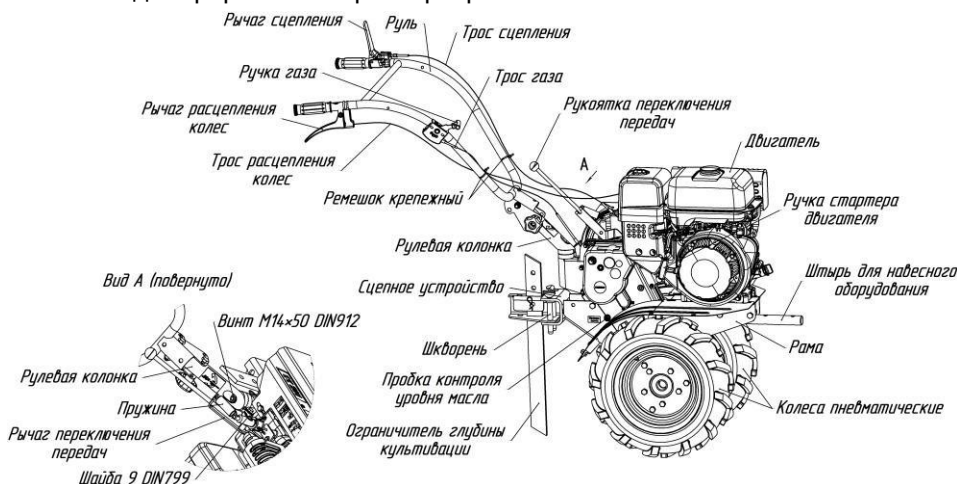

Рис.1. Общий вид мотоблока (вид справа)
МБ23(рис.1, 2, 3, 4) – это одноосный универсальный силовой агрегат, предназначенный для работы как с устройствами, входящими в штатную комплектацию, так и с различными сменными орудиями, и состоящий из:
Рукоятка переключения передач (рис.1, 5, 12) расположена на редукторе и выведена в сторону оператора.
Ручка газа (рис.1, 2, 3, 6) – расположена на правой рукоятке руля, предназначена для управления положением дроссельной заслонки двигателя и его остановки.
Рычаг сцепления (рис.1, 2, 3, 7) – расположена на левой рукоятке руля, предназначена для включения/выключения сцепления.
Рычаг расцепления колес (рис.1, 2, 3, 8) – расположен на правой рукоятке руля, предназначен для отключения привода левого колеса.
- остановить мотоблок, отпустив рычаг сцепления (рис.1, 2);
- нажать на рычаг расцепления колес (рис.1, 2);